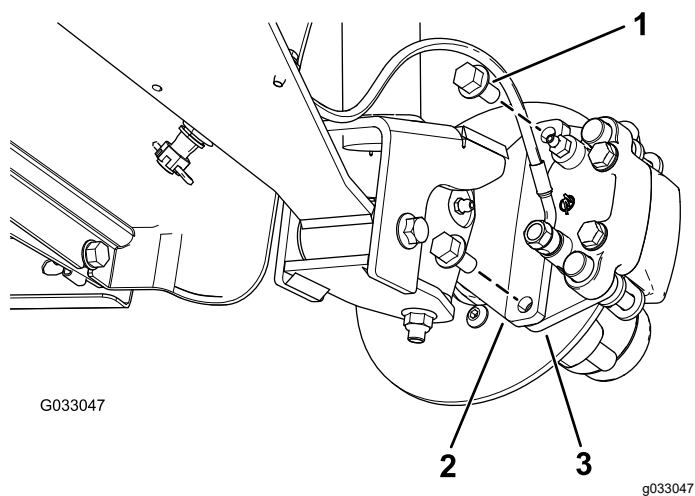
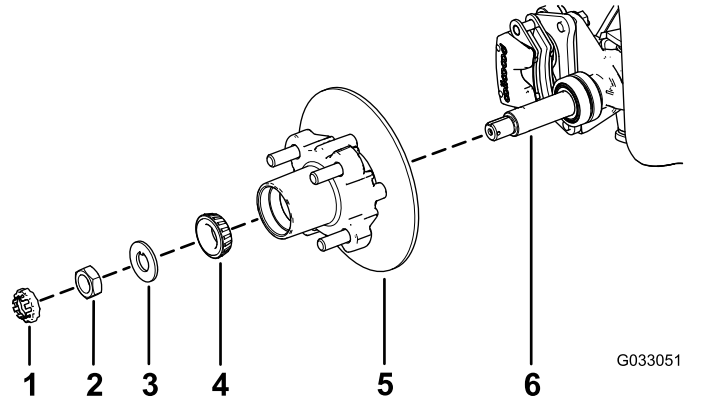

Figure 29
Figure 33
3. Retirez les boulons à embase ( $\frac{3}{8}$ " x  $\frac{3}{4}$ ") qui fixent le support du frein à la fusée et séparez le frein de la fusée (Figure 29).
1. Appliquez une fine couche de la graisse spécifiée sur la fusée (Figure 33).
2. Montez le moyeu et le rotor sur la fusée en plaçant le rotor à l'intérieur (Figure 33).
3. Montez le roulement extérieur sur la fusée et poussez le roulement contre la bague (Figure 33).
4. Montez la rondelle-frein à languette sur la fusée (Figure 33).
5. Vissez l'écrou de fusée sur la fusée et serrez l'écrou à 15 N·m tout en tournant le moyeu pour bien asseoir le roulement (Figure 33).
2. Alignez les plaquettes de frein de chaque côté du rotor (Figure 29) et alignez également les trous dans le support d'étrier et ceux de la fixation du frein sur le porte-fusée (Figure 33).
3. Fixez le support d'étrier au porte-fusée (Figure 29) à l'aide de 2 boulons à embase ( $\frac{3}{8}$ " x  $\frac{3}{4}$ " ).